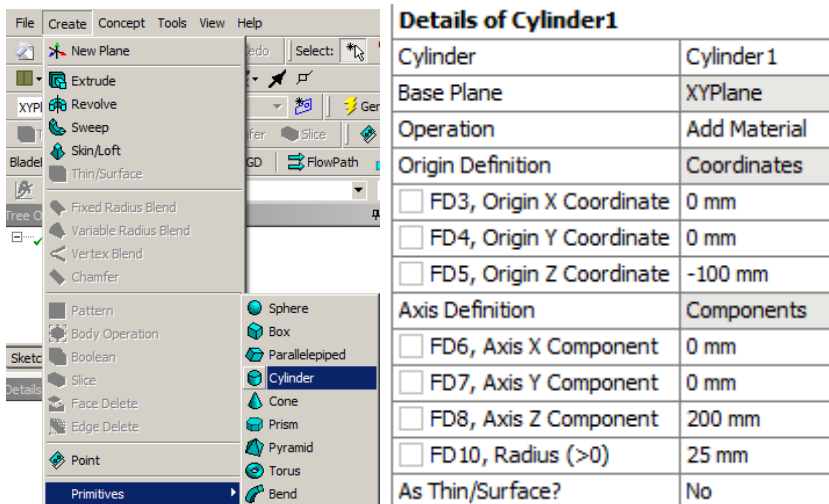

Рис. 7 – Создание объема цилиндра
**Шаг 3.** С помощью операции по созданию простых элементов геометрии (*Primitives*) необходимо создать объем цилиндра (рис. 7). В окне свойств выбирается: